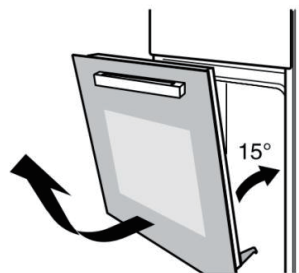

Abbildung 2
- Schließen Sie die Backofentür in einem Winkel von etwa 15 Grad, heben Sie die Tür an und ziehen Sie sie langsam aus dem Backofen heraus (Abbildung 2).